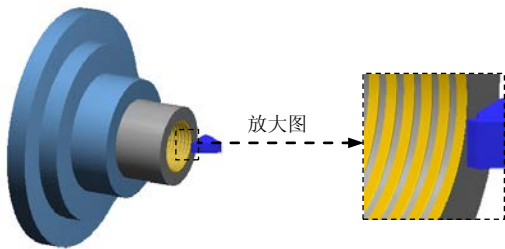

图 8.5.18 仿真结果
(1) 在“操作管理”中确认  1-车削螺纹 - [WCS: 俯视图] - [刀具平面: 车床左上角] 节点被选中，然后单击“验证选定操作”按钮 ，系统弹出“Mastercam 模拟器”对话框。
(2) 在“Mastercam 模拟器”对话框中单击  按钮，系统将开始进行实体切削仿真，结果如图 8.5.18 所示，单击  按钮。
Step3. 保存加工结果。选择下拉菜单  文件(F)   保存(S) 命令，即可保存加工结果。